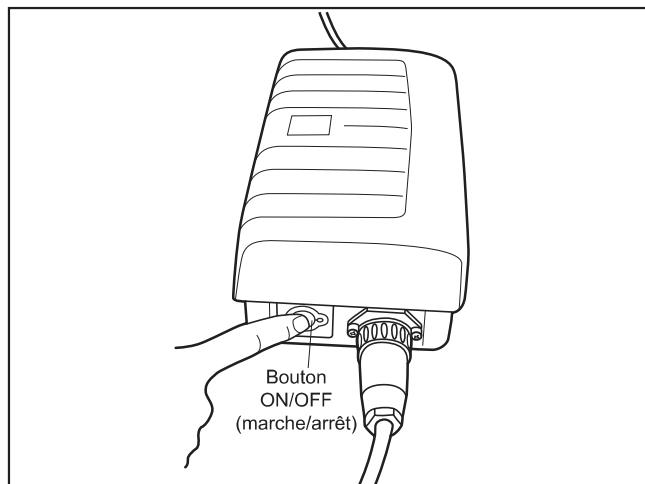

Figure 6. Démarrer le robot nettoyeur
1. Pour démarrer le robot nettoyeur Polaris 9100 Sport, appuyer sur le bouton ON/OFF (marche/arrêt). Se référer à la Figure 6. Le voyant vert s'allume et le robot nettoyeur démarre après quelques secondes.
2. Afin d'arrêter le robot pendant le cycle de nettoyage, appuyer sur le bouton ON/OFF (marche/arrêt) et s'assurer que le voyant vert s'éteint. Se référer à la Figure 6.